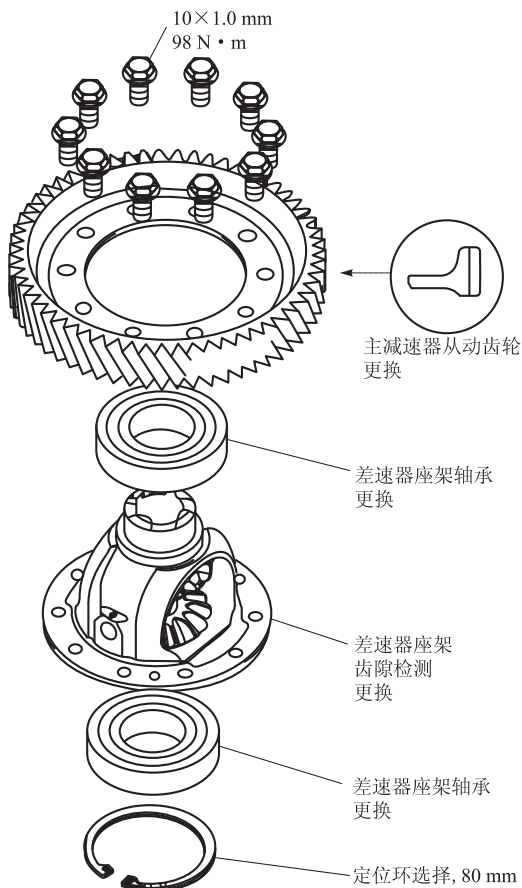

图 2-22 差速器分解图
(8) 差速器的分解、检测和组装
① 差速器的分解如图 2-22 所示。分解后检查主减速器从动齿轮、差速器壳是否磨损或损坏，检查轴承转动是否灵活。